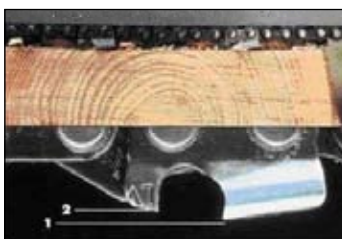

Рис.3
Каждое звено действует как маленький рубанок (см. рис.3). Эффективность пиления определяется разницей в высоте режущего зуба (1) и зуба - ограничителя (2). Различие в высоте определяет насколько глубоко зуб будет врезаться в дерево. Зуб-ограничитель должен быть на 0,65-0,75 мм ниже режущего зубца (см. таблицу на стр.2). Установите напильник в держатель (3) заточного устройства и затяните обе блокировки с двух сторон с помощью завинчивания винтов с головкой (4). Смотрите рис.А.